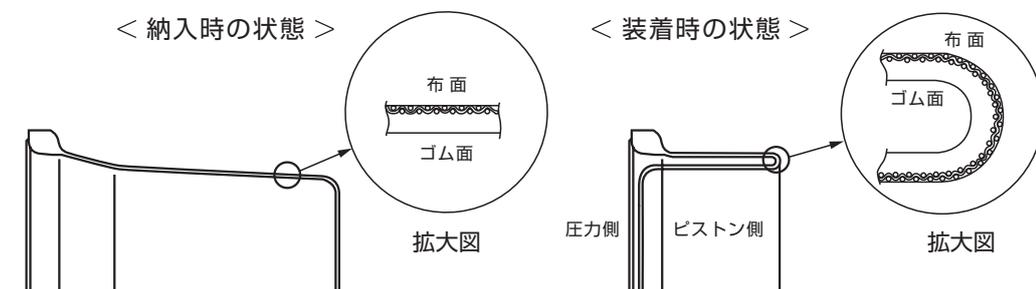

Fig.5
- BFダイアフラムを交換する時には、必ず基布面がシリンダとピストン壁に接触し、ゴム面が環状U溝の内側(圧力側)にくるようにBFダイアフラムを組み付けてあることを確認して下さい。(Fig.5)